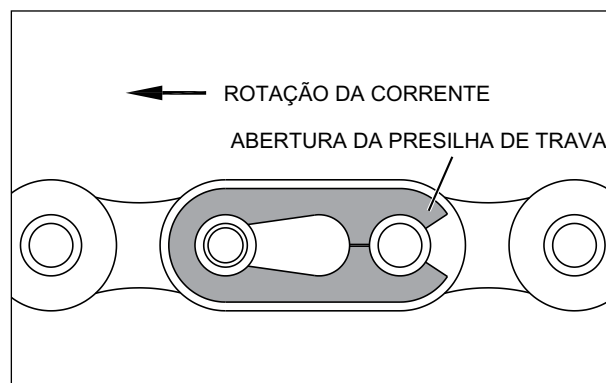

Fig. 6.81
- Reposicione a corrente de transmissão e instale o elo mestre, a placa de ligação, a presilha de trava do elo mestre e a presilha de trava do elo mestre com a sua extremidade aberta voltada para o lado oposto do curso da corrente de transmissão, para evitar danos graves. (Fig. 6.81)